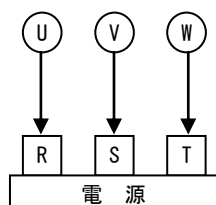

図 6 配線接続図（三相電動機の場合）
- (1) 配線は図 6（三相電動機の場合）または、電気設備技術基準や内線規程に従って正しく行ってください。